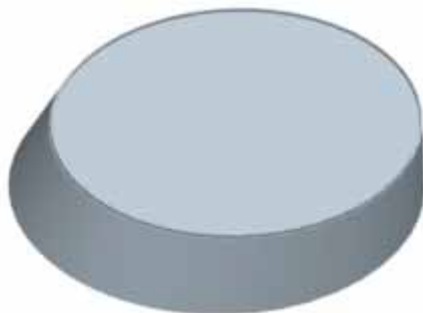

图 50-11
- (6) 单击 ，完成草图绘制，单击模型对话框中的【确定】按钮，完成扫描特征的建立，结果如图 50-11 所示。